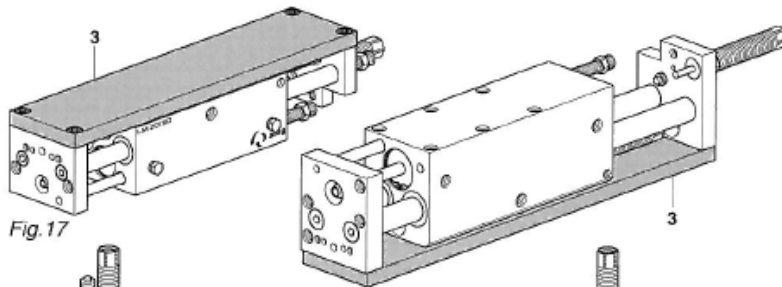

Fig.17
(Fig. 17) **Basisplatte LM 20/25** Mit Hilfe der Basisplatte (3) lässt sich ein Portalmodul realisieren. Die Basisplatte dient zudem der Stabilisierung und kann kundenseitig bearbeitet werden.